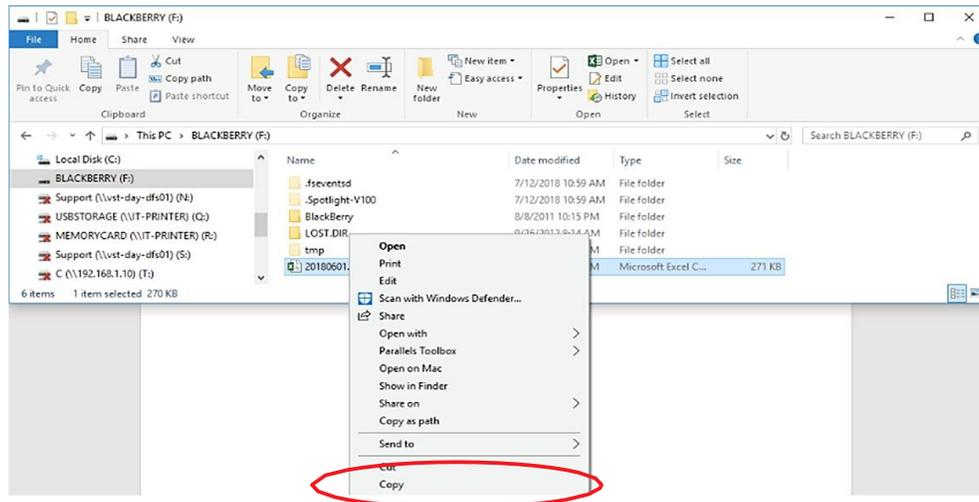

Figura 5-5: Copia del dispositivo de almacenamiento principal
5. Copie el archivo de datos en una ubicación de su computadora. VST no recomienda borrar estos datos de la tarjeta microSD para que esté disponible para referencia futura si se requiriera, sin embargo, es su elección. El dispositivo de almacenamiento creará un archivo nuevo automáticamente, de ser necesario. **Vea la Figura 5-5.**